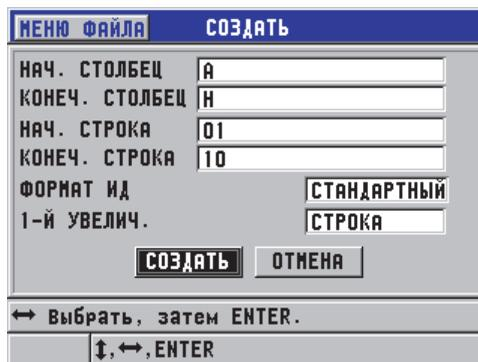

Рис. 6-24 Конфигурация диапазона ИД для 2-D сетки
3. На второй странице диалогового окна **СОЗДАТЬ** (см. Рис. 6-24 на стр. 118):